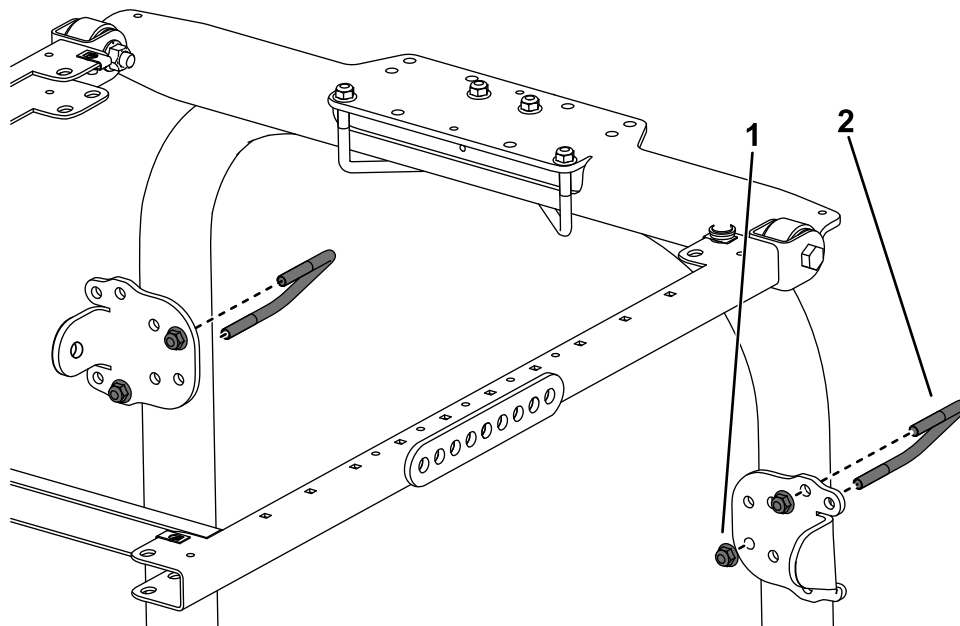

Bild 19
11. Befestigen Sie jede Strebenhalterung lose mit einem U-Bügel ($3\frac{1}{2}$ " x $2\frac{3}{4}$ ") und zwei Bundmutter in den in Bild 19 abgebildeten Befestigungslöchern an den Streben des Überrollbügels.